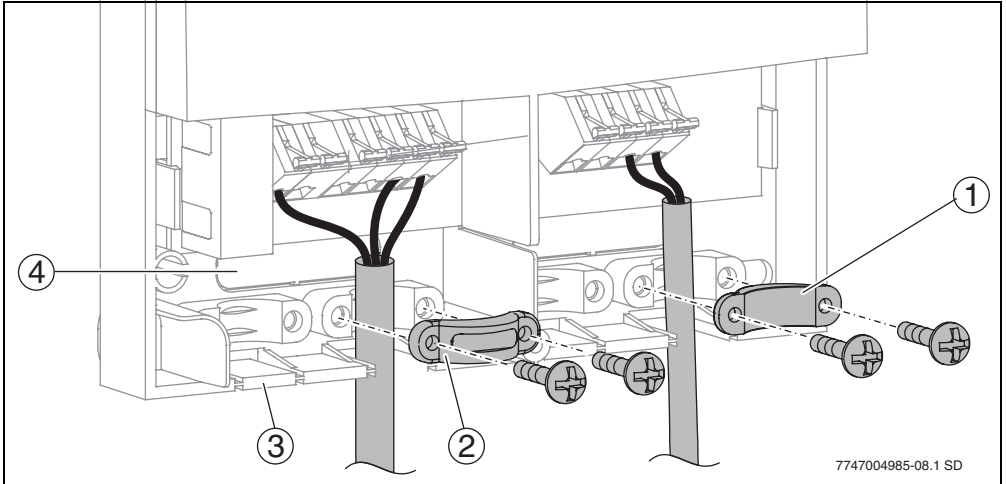

Fig. 39 Passagem e fixação dos cabos
De acordo com a situação de instalação, os cabos podem ser passados por trás (→ Fig. 39, pos. 4) ou por baixo (→ Fig. 39, pos. 3) para a caixa.
- ▶ Retirar a passagem de cabos (→ Fig. 39) com uma faca, para que não restem arestas afiadas.
- ▶ Segurar o cabo com o respectivo dispositivo anti-tracção (→ Fig. 39, pos. 2). O dispositivo anti-tracção também pode ser instalado de forma rotativa (→ Fig. 39, pos.1).